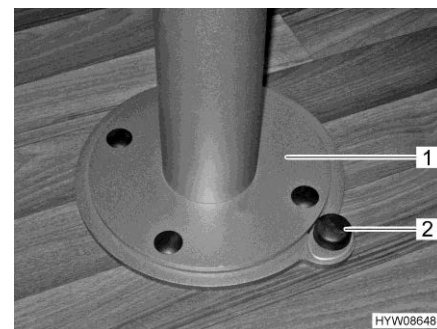

Fig. 78 Sblocco del dispositivo di rotazione (piede del tavolo)
- Spingere verso il basso il bottone (Fig. 78,2) del bloccaggio.
- Ruotare il piede del tavolo con il piano del tavolo (Fig. 78,1) nella posizione desiderata.